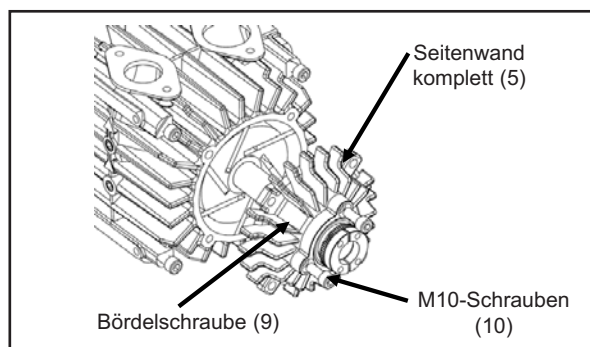

Abb. 13
4. Den Ventilator ausbauen (11). Lagerschale und Ventilator auf eventuelle Fehlstellen überprüfen und bei Bedarf auswechseln.
5. Die drei M10-Kragenschrauben (7) am Blech und die M8-Bördelschraube (9) vom Blech lösen ; siehe Abb. 13.